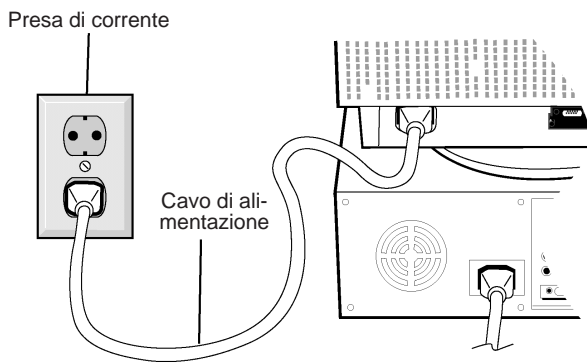

Figura C.1
4. Collegate il cavo di alimentazione al monitor MultiSync serie A e alla presa di corrente (Figura C.1).